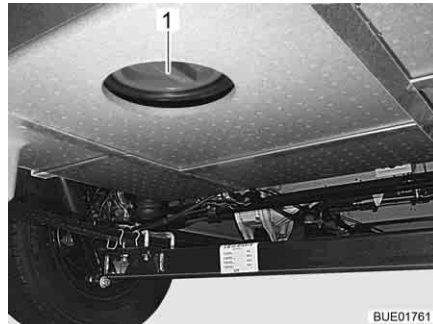

Fig. 178 Apertura per la pulizia sul serbatoio delle acque grigie
- A questo scopo aprire l'apertura per la pulizia (Fig. 178,1) per il serbatoio delle acque grigie e il rubinetto di scarico.